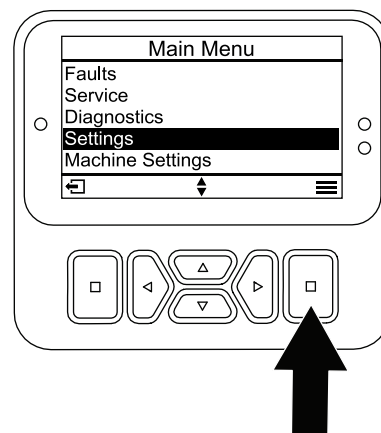

Figura 23
1. A partir do MENU PRINCIPAL, percorra até ao menu de DEFINIÇÕES e prima o botão de seleção (Figura 23).